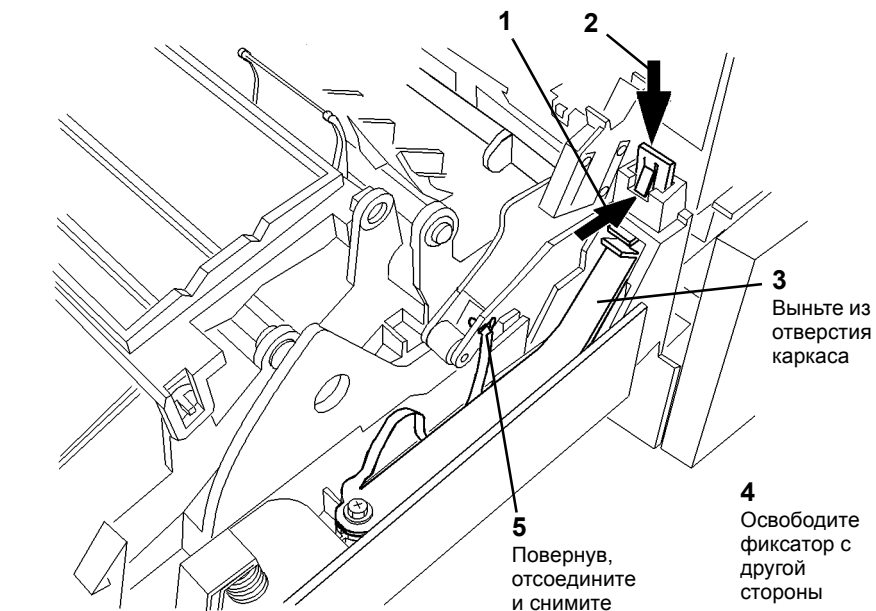

Рисунок 2 Снятие держателей
3. Придерживая левую дверцу, освободите фиксаторы держателей (Рисунок 2).